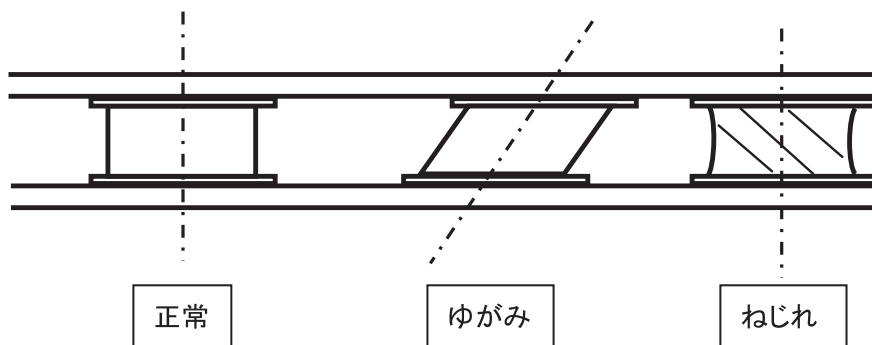

図4 防振ゴム取付例
- (1) 防振ゴムを使用する場合は、図4に示すように上下の穴の位置を合わせ、ゴムにねじれ、ゆがみ等無いように取り付けてください。